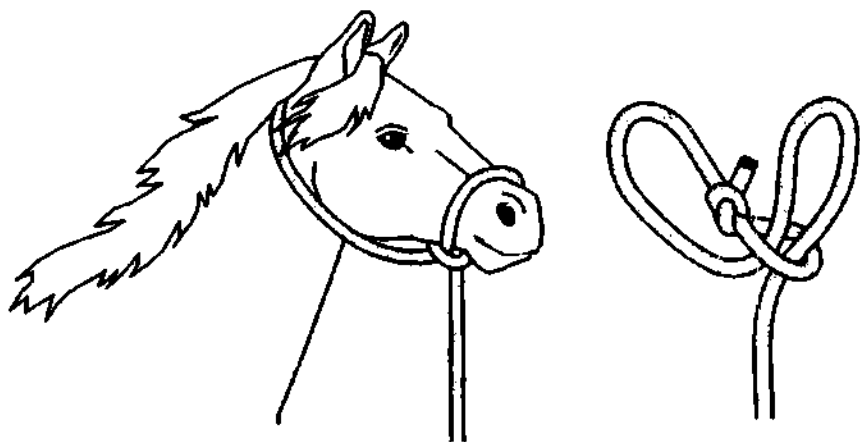

Рис. 422. *Двойная петля*.
*Двойная петля* издавна использовалась в качестве недоуздка. Она хоть и затягивается, однако не душит животное и не причиняет ему боль, потому что после прекращения нагрузки тут же ослабляется (рис. 422).